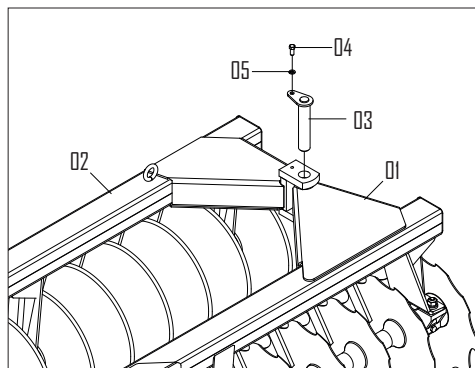

FIGURA 10
Aople a estrutura dianteira (1) a estrutura traseira (2) através do pino de união (3) travando - o com o parafuso (4), figura 10.